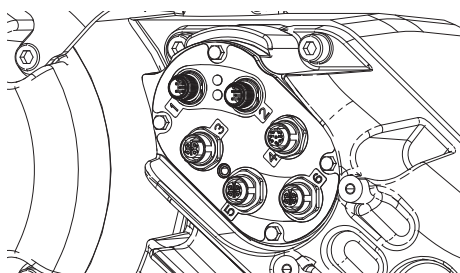

图 40
- c. 松开线夹 (CG)。
- d. 通过将驱动器壳内的线从线夹 (CG) 内拉出来取下这些线。
- e. 断开连接到驱动器 (AB) 一侧的端口 1-6 的电缆，如图 40。